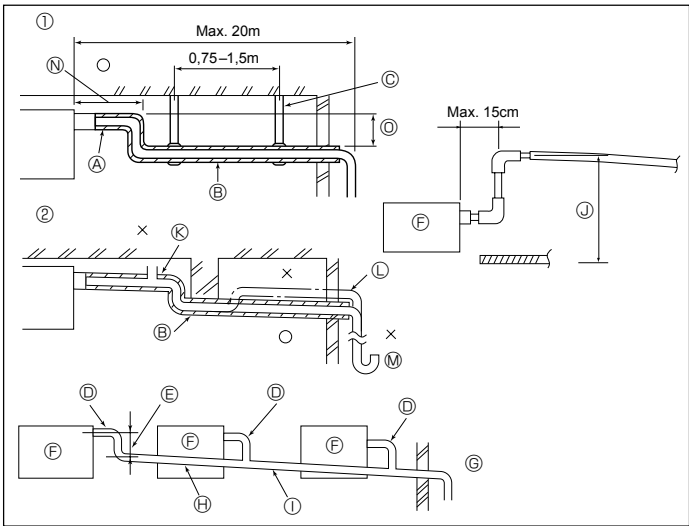

Fig. 3-4
- Nouer les courroies fournies ④ aux deux extrémités (15 - 20 mm) de la gaine de tuyau ③.
- ④ Tuyau à gaz
- ④ Tuyau à liquide
- ④ Courroie (grands)
- ④ Gaine de tuyau ③
- ④ Tourner le joint vers le haut.
- ④ Presser la gaine du tuyau contre la tôle
- ④ Matériel isolant du tuyau à réfrigérant
- ④ Envelopper très serré.
- ④ Couper l'excédent de ruban.
3.3. Mise en place du tuyau d'écoulement (Fig. 3-4)
- ① Tuyautage correct
- ② Tuyautage erroné
- ③ Isolant (9 mm ou plus)
- ④ Pente descendante (1% ou plus)
- ⑤ Support métallique
- ⑥ Soufflerie d'air